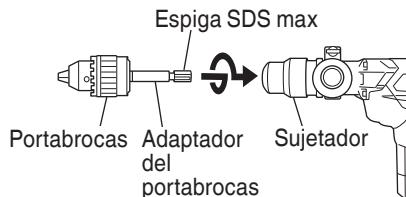

Fig. 14
- (2) Fijación del adaptador para portabarrenas al portabarrenas (Fig. 14)